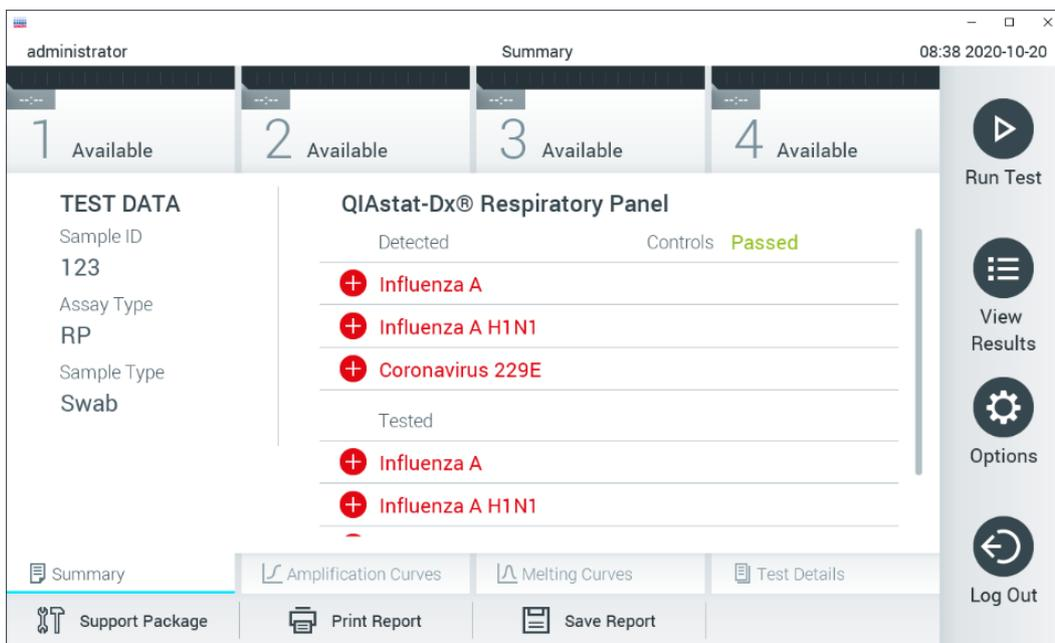

図 30. Summary（サマリー）結果画面。
11. QIAstat-Dx アッセイカートリッジがイジェクトされると、結果 Summary（サマリー）画面が表示されます（図 30）。詳細は、セクション5.5 を参照してください。